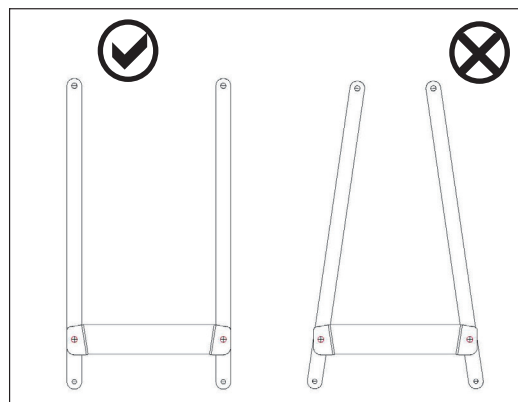

Fig. 1
- Verifique o paralelismo das pernas da grua. Se as pernas estão dobradas para dentro mais de 3 ° (ver Fig. 1) e não estão paralelas (ver figura (F) da secção Especificações técnicas determinar a posição de "pernas fechadas"), e a medida F é reduzida em mais de 100mm, não utilize a grua.